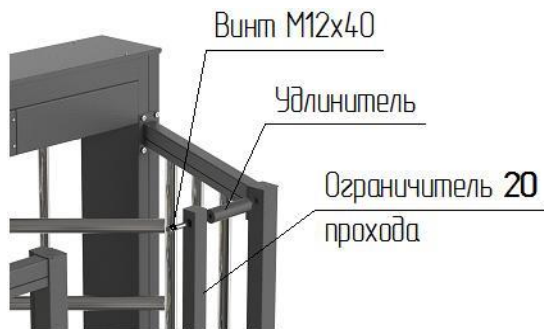

Рис. 7
- установите ограничители ширины прохода **20** (для режима шлюза – на боковых ограждениях **9** и **10**, для режима турникета – на лицевых решетках **3** и **4**) крепление ограничителей ширины прохода производится с помощью винтов M12x40(рис.7).